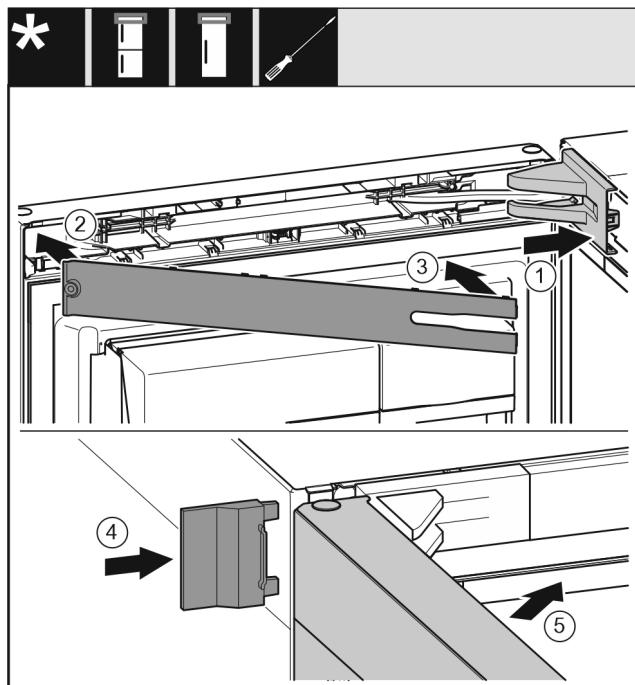

Fig. 24
- ▶ 放上并插入托架盖，如有必要小心地按压分开。Fig. 24 (1)
- ▶ 盖上隔板。Fig. 24 (2)
- ▶ 转入隔板并卡入到位。Fig. 24 (3)
- ▶ 插入外盖。Fig. 24 (4)
- ▶ 关闭冰箱上方门。Fig. 24 (5)